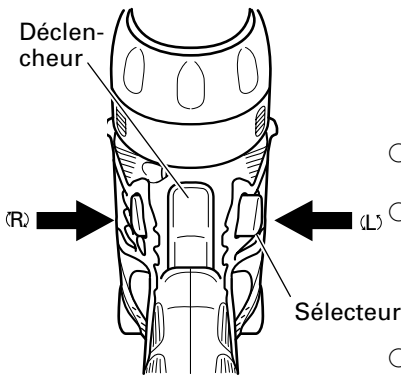

Fig. 20
En appuyant sur côté-L du sélecteur la mèche tourne dans le sens anti-horaire. (Voir Fig. 20) (Des repères (L) et (R) sont prévus sur le bouton du sélecteur.)